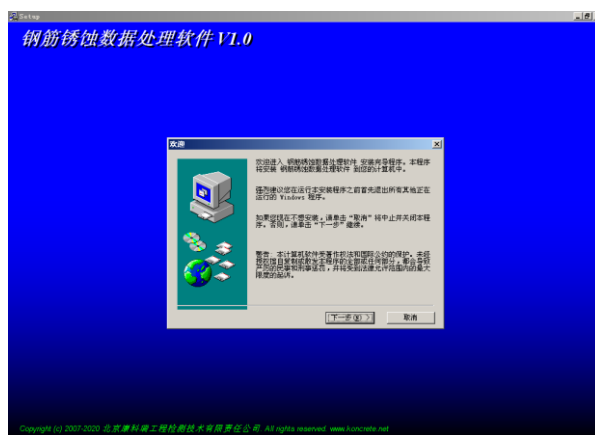
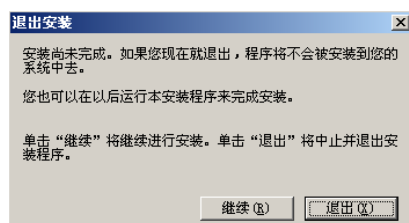

图 4-1
图 4-2
打开安装光盘，双击钢筋锈蚀数据处理软件光盘中的 Setup 图标，计算机出现如图 4-1 的安装界面。点击 **下一步** 则进入下一步安装界面；点击 **取消** 则出现退出软件安装界面(如图 4-2)，点击图 4-2 中的 **继续** 返回图 4-1 的安装界面，点击 **退出** 则软件退出安装。
- 1、 进入图 4-3 安装界面，在此界面点击 **浏览** 可以更改程序的安装路径，点击 **下一步** 开始安装，点击 **上一步** 则返回图 4-1 界面，点击 **取消** 则返回图 4-2 界面。